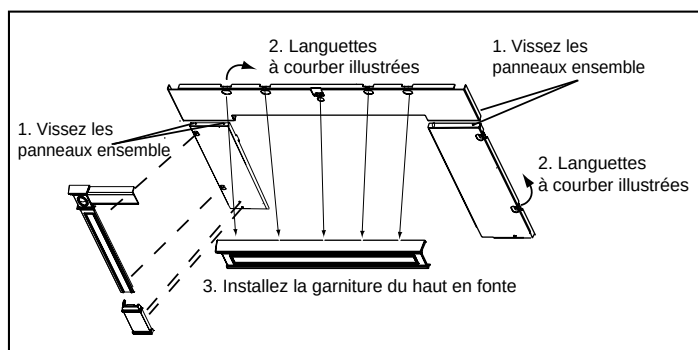

Figure 19.1
4. Courbez maintenant les languettes vers le bas contre la face arrière du panneau, 5 en haut et 2 sur chaque pied. Laissez les panneaux face contre le bas. **Figure 19.1**
1. Placez la bûche gauche comme illustré. Les 2 creux au bas de la bûche doivent être placés sur les têtes des vis de la boîte à feu. **Figures 19.1 et 19.2.**